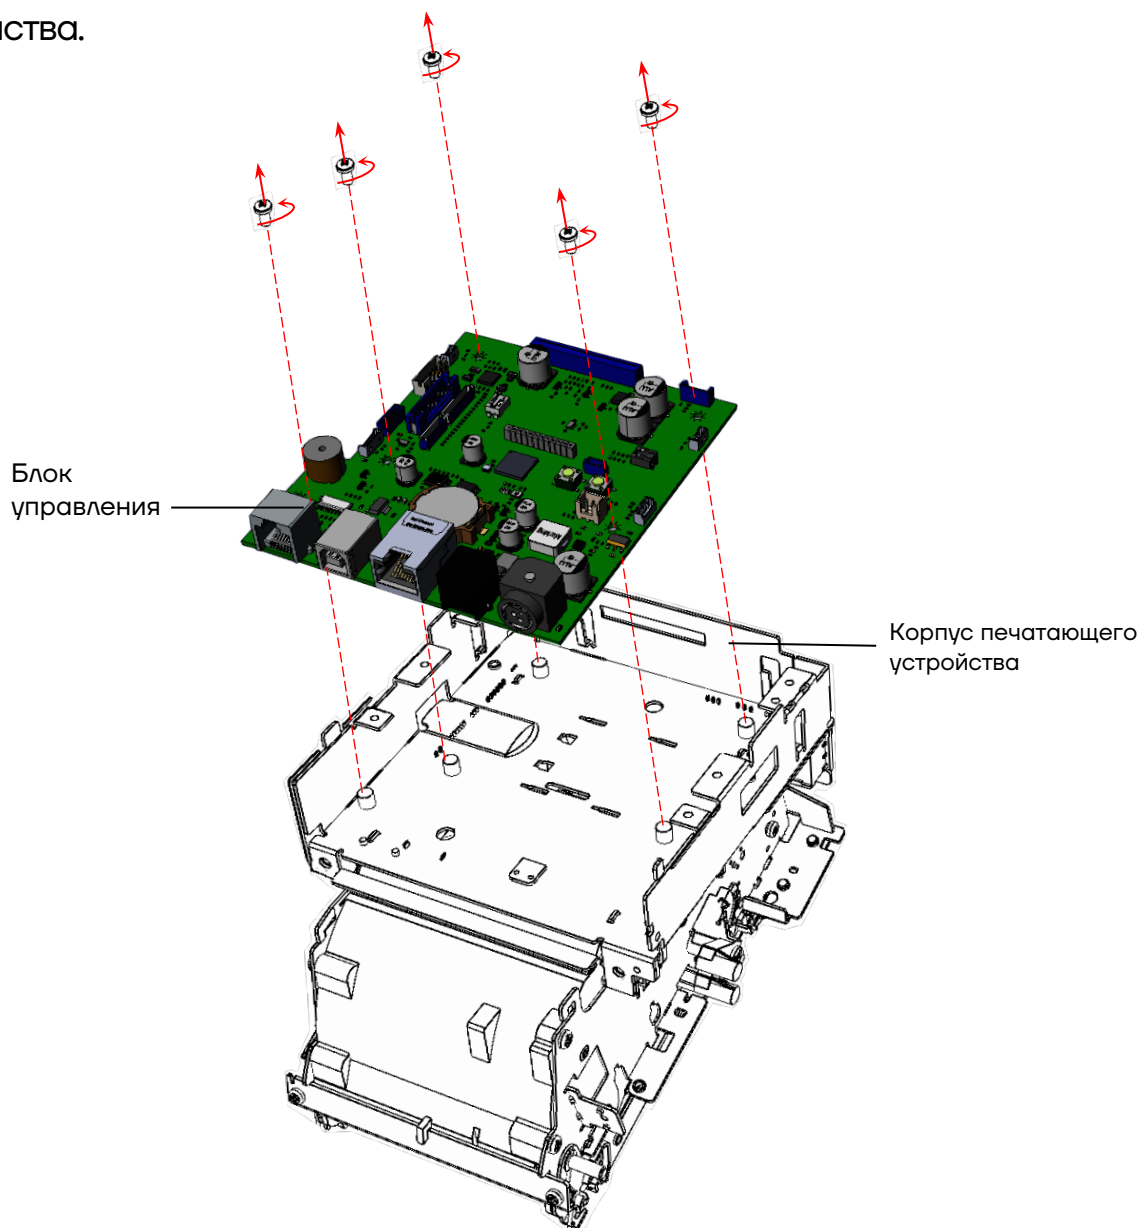

Рисунок 24. Отделение блока управления от корпуса печатающего устройства
- 10** Установить отремонтированный или новый блок управления на корпус печатающего устройства, совместив отверстия для винтов. Вкрутить пять винтов крепления (рисунок 24).